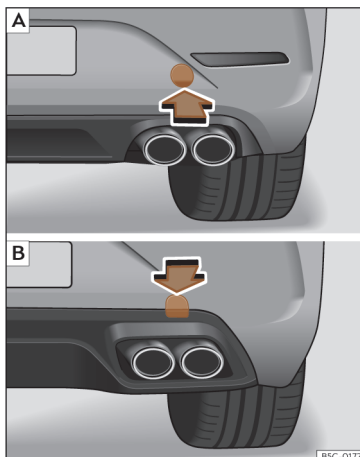

Fig. 208 No lado direito do para-choques traseiro: retirar a tampa. **A** Leon Sportstourer; **B** Leon.
O alojamento para a argola de reboque enroscável encontra-se na parte direita do para-choques traseiro, atrás de uma tampa >>> **Fig. 208**.
- *Leon Sportstourer*: Pressione sobre a zona inferior da tampa >>> **Fig. 208 A** para desengatá-la.
- *Leon*: Pressione a zona superior da tampa >>> **Fig. 208 B** para desengatá-la.
- Enrosque a argola de reboque no alojamento girando-a ao máximo **no sentido contrário ao dos ponteiros do relógio** >>> **Fig. 208**, >>> **Fig. 208**. Utilize um objeto adequado com o qual possa enroscar completa e firmemente a argola de reboque no seu alojamento.